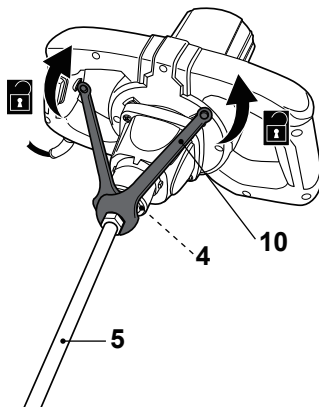

Fig. 5
>Bloquear a tomada (4) com uma chave de montagem (10) e soltar o eixo (5) no sentido contrário dos ponteiros do relógio com outra chave de montagem (10) agarrando a porca soldada (Fig. 5).